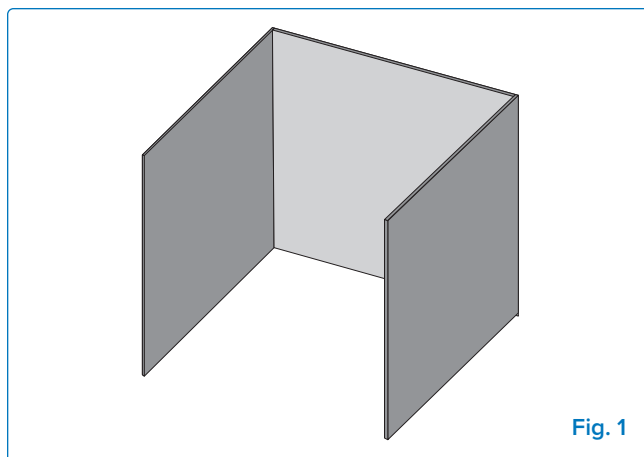

Fig. 1
- L'apparecchio è considerato per uso esterno se installato in un riparo con pareti su tre lati ma senza copertura superiore (**Fig. 1**).